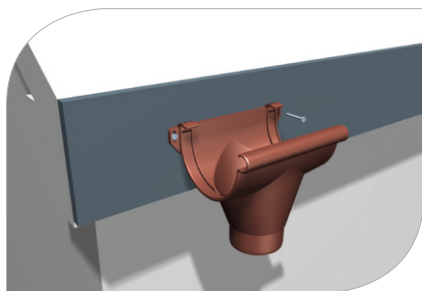

рис. 7
- 3.1 Определите место воронки, помните, что это всегда самый низкий пункт водосточной системы (рис. 7)